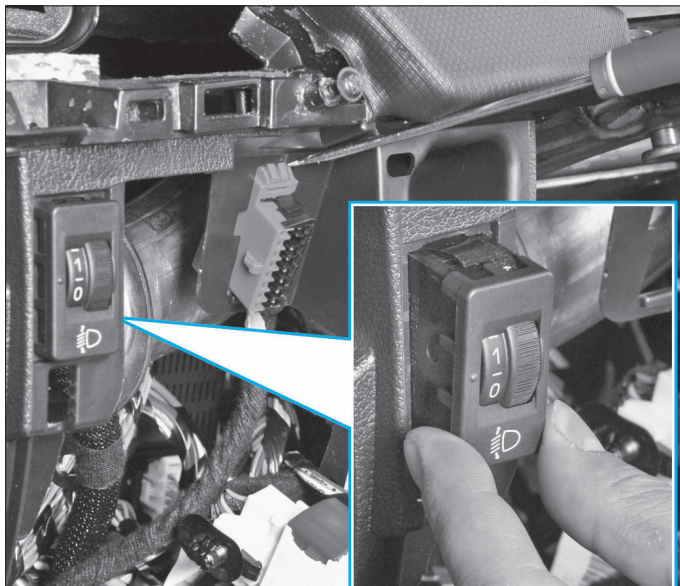

FIG. 47
- Déposer la commande de réglage de site des feux (selon équipement) ainsi que la prise diagnostic (Fig.47).